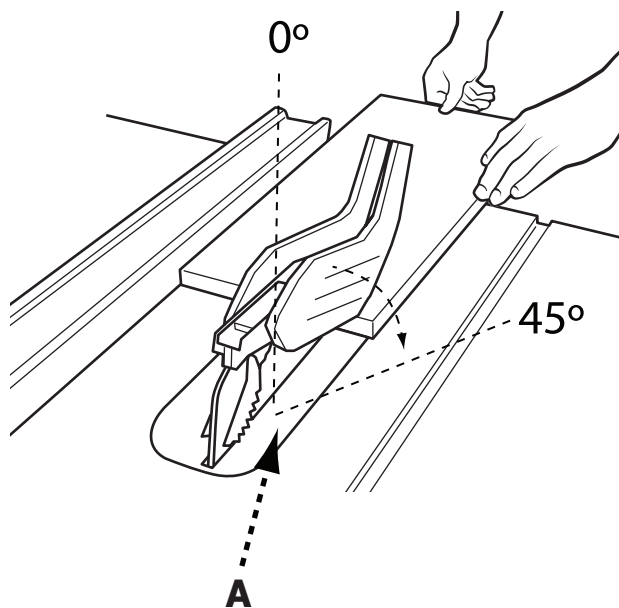

FIGURA 24
Cortar al hilo biselado es igual al corte al hilo excepto que el ángulo de biselado (A) se ajusta a un ángulo excepto 0° . Cuando realice un corte al hilo biselado, coloque la guía en el lado derecho de la hoja de modo que esta se incline en dirección contraria a la guía y las manos. (FIGURA 24).
Para realizar un corte transversal, consulte la FIGURA 24 y siga este proceso: